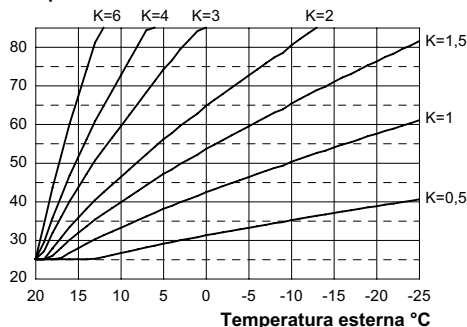
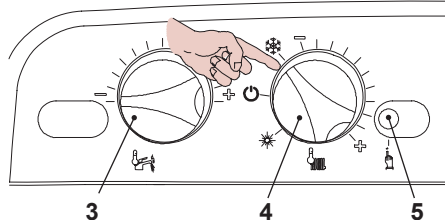

Fig. 5.56
Fig. 5.57
Quando si installa la sonda esterna bisogna impostare questo parametro in base al rendimento dell'impianto di riscaldamento per ottimizzare la temperatura di mandata (Fig. 5.56). Es. Per avere una temperatura di mandata all'impianto di riscaldamento di 60°C con una esterna di -5°C si deve settare un K di 1,5 (linea tratteggiata in Fig. 5.56).
• Posizionare le manopole 3 e 4 indicato in Fig. 5.57.
- Per settare il coefficiente K, determinato dalla Fig. 5.56 bisogna entrare in programmazione premendo per 15 secondi il pulsante di ripristino **5**, in Fig. 5.57 fino alla comparsa del parametro **P01** sul display LCD; sul display LCD compare la seguente visualizzazione (la sequenza **P01** si alterna a -- -- --).
- Premere il pulsante di ripristino **5**, in Fig. 5.57, per lo scorrimento dei vari parametri sino al raggiungimento del parametro **P15** valido per il settaggio del coefficiente K; sul display LCD compare a seguente visualizzazione (la sequenza **P15** si alterna a **00**).
ad un massimo di **255** in base alla curva scelta del coefficiente K in Fig. 5.56.